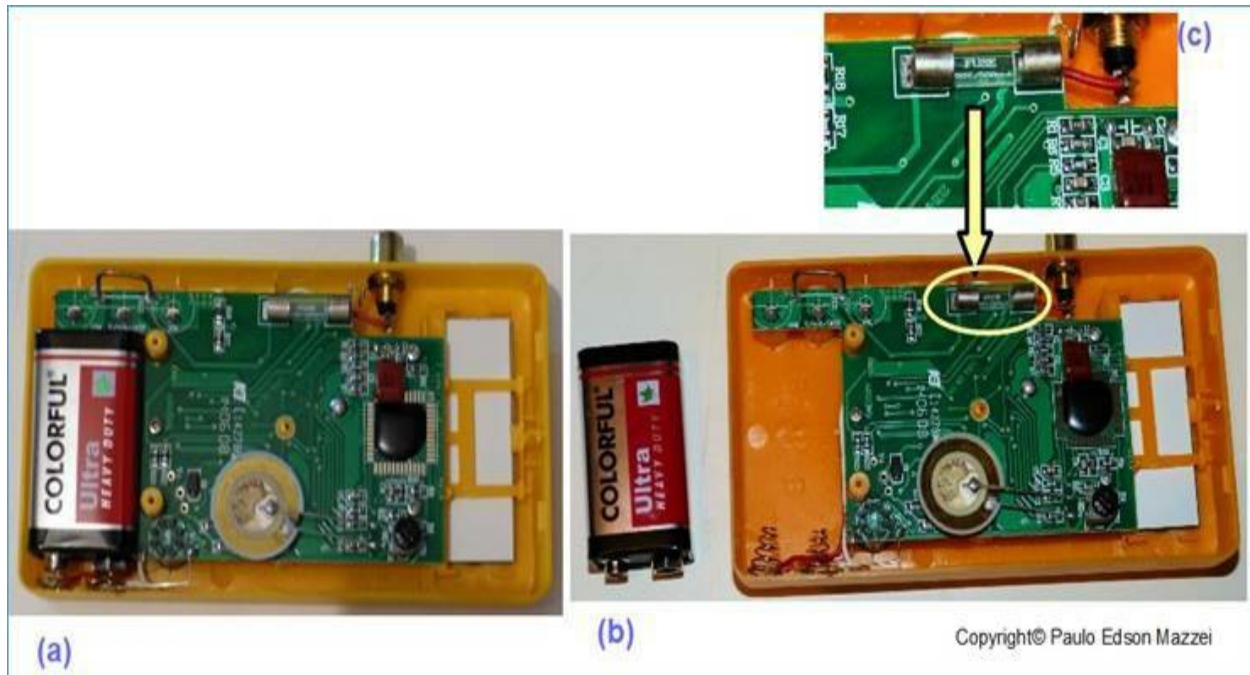

Figura 206 - Troca da bateria e do fusível.
5. Troca da bateria: use uma bateria de boa qualidade, alcalina, de marca conhecida. Veja **figura 206**.
6. Troca do fusível> como este DMM é um modelo barato, infelizmente, o fusível é soldado ao circuito e para troca do mesmo, você precisa fazer um pequeno trabalho de soldagem. Esse DMM que estamos usando, usa um fusível de vidro, de 5 x 20 mm, 250 V e 500 mA. Veja a localização do fusível na **figura 206**.
Para que o diodo conduza uma corrente na direção direta, é preciso que uma certa tensão mínima seja aplicada a ele. Esta típica tensão é chamada de V_D ou V_F . (D de “direta” e F de “forward”). É a tensão que “**liga**” o diodo, na simulação que fizemos na **figura 206**.